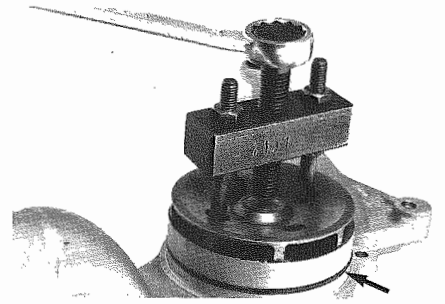
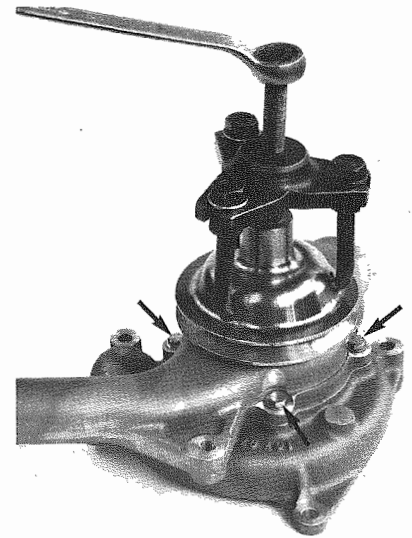

Fig. 26 - Estrattore n. 29 - Anello di tenuta
Fig. 27 - Estrattore n. 19 - Viti fissaggio
- Estrarre la puleggia con l'estrattore n. 19 (**Fig. 27**).
- Smontare la pompa (**Fig. 27**); estrarre l'anello di tenuta sul coperchio pompa (**Fig. 26**).
- Estrarre la girante dall'albero con l'estrattore n. 39 (**Fig. 26**); rimuovere l'anello controfaccia e l'anello di tenuta.
- Pull off pulley with puller No. 19 (**Fig. 27**).
- Remove the pump (**Fig. 27**); remove seal ring from pump cover (**Fig. 26**).
- Pull the impeller out from shaft using puller No. 39 (**Fig. 26**); remove counter face and seal rings.